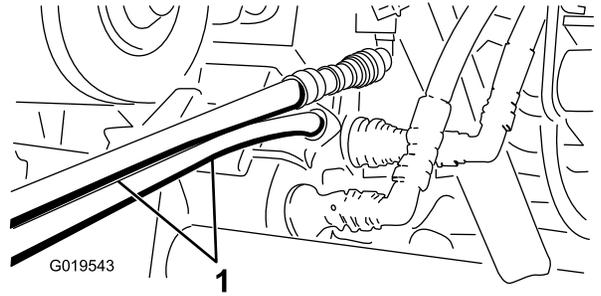

Figura 76
- Na outra máquina, ligue as duas mangueiras ao acoplador que ainda se encontra no suporte de acoplamento (ligue a mangueira superior ao acoplador superior e a mangueira inferior ao acoplador inferior) (Figura 76).